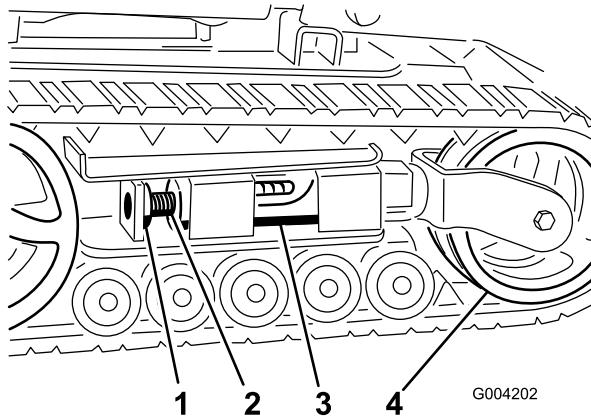
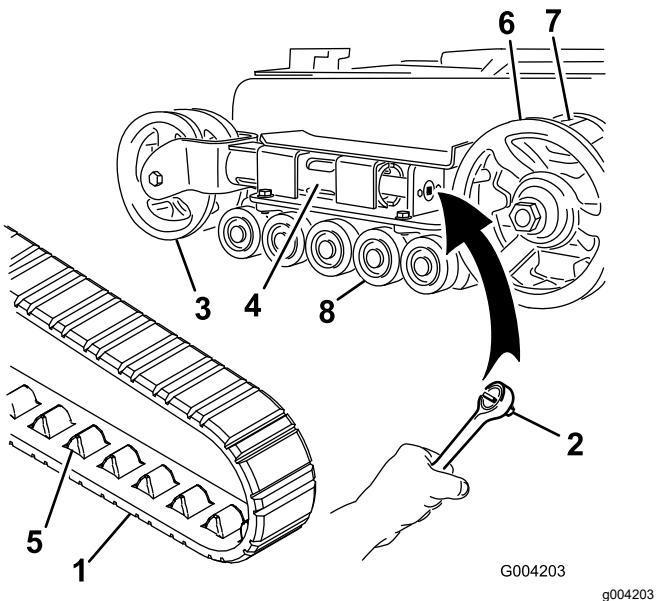
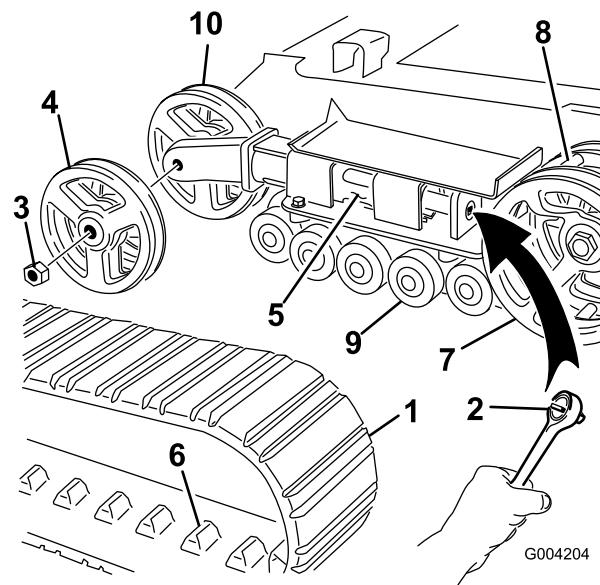

Figura 47
Figura 48
Figura 49
6. Alinee la muesca más próxima del tornillo tensor con el taladro del perno de bloqueo, y fije el tornillo con el perno de bloqueo y la tuerca (Figura 47).
4. Retire el perno de bloqueo y la tuerca (Figura 47).
Nota: Tiene orugas estrechas si las ruedas de tensión delanteras están montadas dentro de una horquilla en el extremo del tubo de tensión (Figura 48).
5. Usando una llave de carraca de $\frac{1}{2}$ ", alivie la tensión en la oruga girando el tornillo tensor en sentido horario (Figura 47 y Figura 48).
6. Empuje la rueda tensora hacia la parte de atrás de la unidad de tracción para mover el tubo tensor contra el bastidor (Figura 48).
8. Cuando haya retirado la oruga de la rueda tensora, retírela del piñón de arrastre y de las ruedas de rodaje (Figura 48).
9. Empezando en la rueda motriz, pase la oruga nueva alrededor de dicha rueda, asegurándose de que los salientes de la oruga encajen entre los dientes del piñón (Figura 48).
10. Empuje la oruga por debajo de y entre las ruedas de rodaje (Figura 48).
Nota: Tiene orugas estrechas si las ruedas de tensión delanteras están montadas en los laterales del extremo del tubo de tensión (Figura 49).
5. Usando una llave de carraca de $\frac{1}{2}$ ", alivie la tensión en la oruga girando el tornillo tensor en sentido horario (Figura 47 y Figura 49).
6. Empuje la rueda tensora hacia la parte de atrás de la unidad de tracción para mover el tubo tensor contra el bastidor (Figura 49).
7. Retire la tuerca que fija la rueda tensora exterior y retire la rueda (Figura 49).
8. Retire la oruga (Figura 49).
9. Retire la tuerca que fija la rueda tensora interior y retire la rueda (Figura 49).
13. Instale la rueda tensora interior y fíjela con la tuerca que retiró anteriormente (Figura 49).
15. Instale la oruga nueva, asegurándose de que los salientes de la oruga encajen entre los dientes del centro la rueda motriz (Figura 49).
16. Instale la rueda tensora exterior y fíjela con la tuerca que retiró anteriormente (Figura 49).
6. Coloque el tapón engrasado sobre la cabeza del perno (Figura 48).
7. Sujete el tapón de la rueda de rodaje con la anilla a presión (Figura 48).